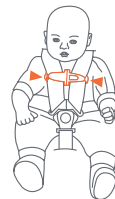

Fig. 40-3
- Abroche los broches del pecho del arnés (Fig. 40-2). Coloque el Broche del pecho del arnés, deslizándolo hacia arriba o hacia abajo en las Correas del arnés, de modo que quede al nivel de las axilas del niño (Fig. 40-3). Asegúrese de escuchar el "clic" de las lengüetas en la hebilla y verifique que ambas estén firmemente trabadas tirando de las correas hacia arriba. Si las correas del arnés no están bien abrochadas, la Silla de Seguridad **NO** brindará protección a su hijo. **NO** use la silla de seguridad, ni siquiera como portabebés, si el arnés no se abrocha con seguridad. Comuníquese con Baby Trend al 1-800-328-7363 para recibir ayuda.